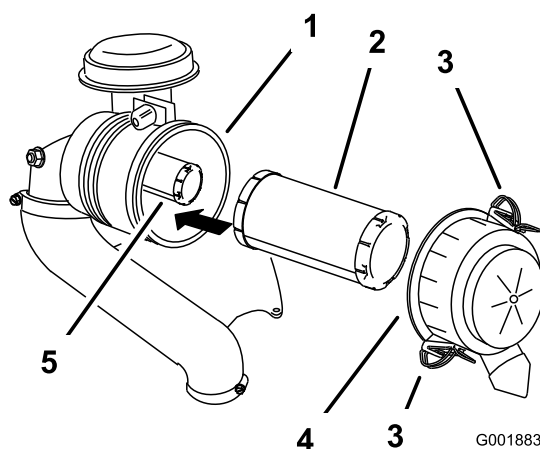

Figure 47
3. Ouvrez les dispositifs de verrouillage du filtre à air et détachez le couvercle du boîtier du filtre (Figure 47).
5. Sortez le préfiltre du boîtier du filtre avec précaution (Figure 47).
2. Si vous remplacez l'élément intérieur, insérez-le avec précaution dans le boîtier du filtre (Figure 47).
3. Placez ensuite le préfiltre sur l'élément de sécurité avec le même soin (Figure 47).
4. Remettez en place et verrouillez le couvercle du filtre à air (Figure 47).